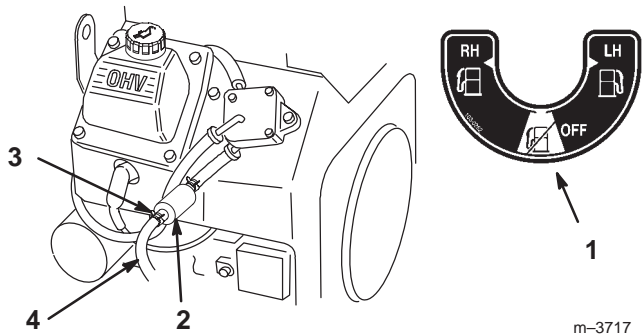

Figure 41
5. Posez un filtre neuf et rapprochez les colliers de fixation du filtre (Fig. 41).
2. Fermez le robinet d'arrivée de carburant (Fig. 41).
3. Desserrez le collier de serrage au niveau du filtre à carburant et repoussez-le le long de la conduite d'alimentation pour l'éloigner du filtre (Fig. 41).
4. Débranchez la conduite d'alimentation du filtre (Fig. 41). Ouvrez le robinet d'arrivée de carburant et laissez l'essence s'écouler dans un bidon ou un bac de vidange.
5. Raccordez la conduite d'alimentation au filtre. Rapprochez le collier de serrage du filtre pour fixer la conduite d'alimentation (Fig. 41).